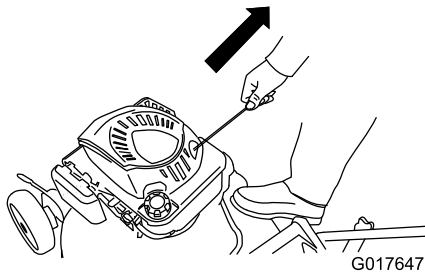

Figura 15
- Tire del arrancador de retroceso desde el motor (Figura 15).